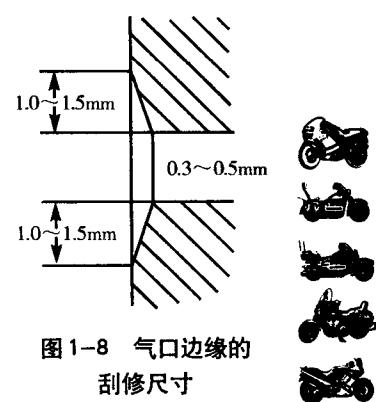

图1-8 气口边缘的刮修尺寸
⑥对二冲程发动机，由于汽缸内壁上开有气口，为了防止活塞环与气口边缘发生撞击。对此，在汽缸镗好后，用刮刀或小砂轮对汽缸内壁上各气口进行刮修、打磨，直至符合如图1-8所示要求。然后将汽缸清洗干净，擦净缸壁并在壁面上涂抹一层机油，即可待用。